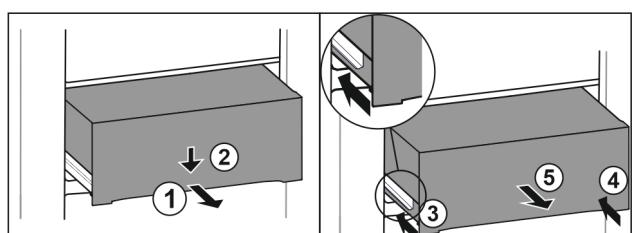

Fig. 82
- Zásuvku například vytáhněte. Fig. 82 (1)
- Stlačte zásuvku na přední straně dolů. Fig. 82 (2)
- Zasuňte levou kolejničku přibližně do 2 cm. Fig. 82 (3)
- Zasuňte pravou kolejničku přibližně do 2 cm. Fig. 82 (4)
- Vyjměte zásuvku dopředu. Fig. 82 (5)